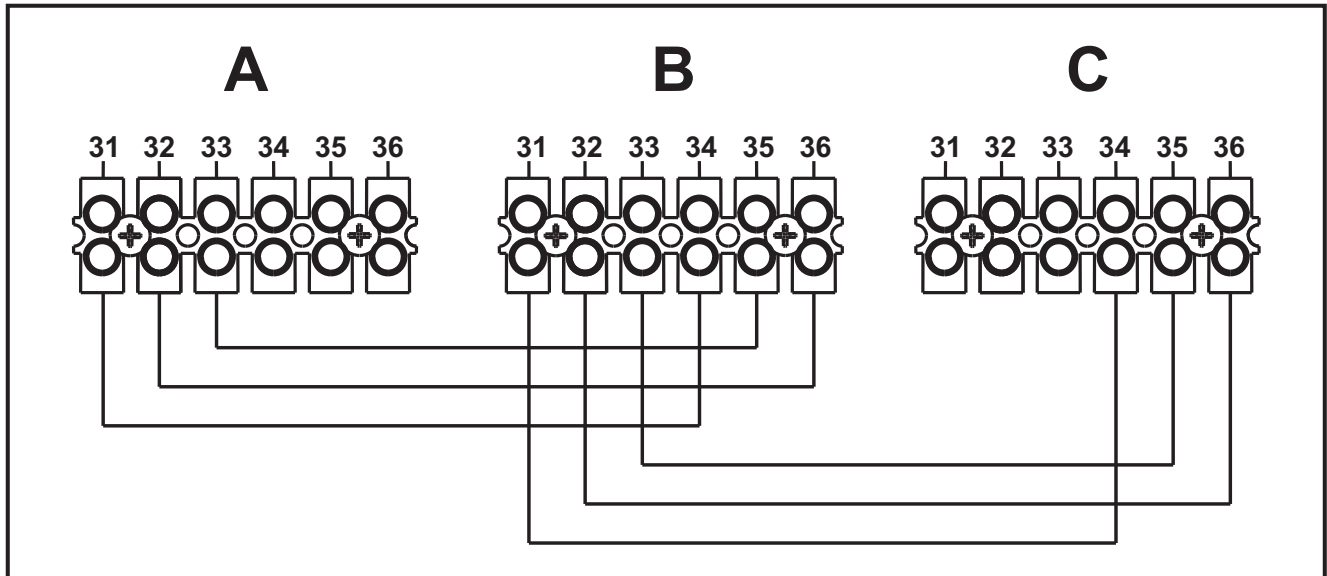

fig. 53 - Collegamento in cascata
1. Collegare i moduli come mostrato in fig. 53 (esempio con 3 moduli)
Se questo non avviene, togliere alimentazione elettrica e controllare il cablaggio in fig. 53.